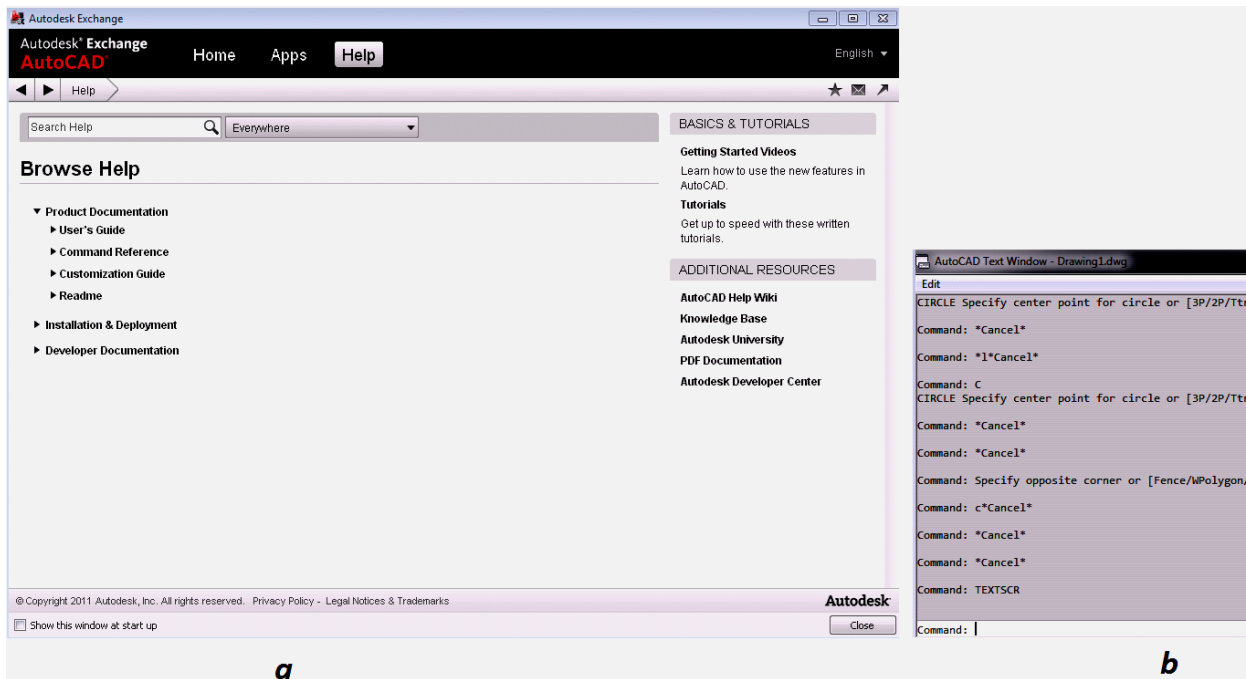

Figura 3.4. Teclas de Función
- b. **PANTTEXT-TEXT SCR [F2]:** al presionar esta tecla se abre la ventana “editor de texto de AutoCAD” (*figura 3.4*) en la cual se visualizan los comandos ejecutados y solicitudes que hace el programa, también se puede activar esta ventana en el menú Ver (View), Visualización (View) y Ventana de Texto (Text Windows) o con el shortcut *panttext (textscr)*.